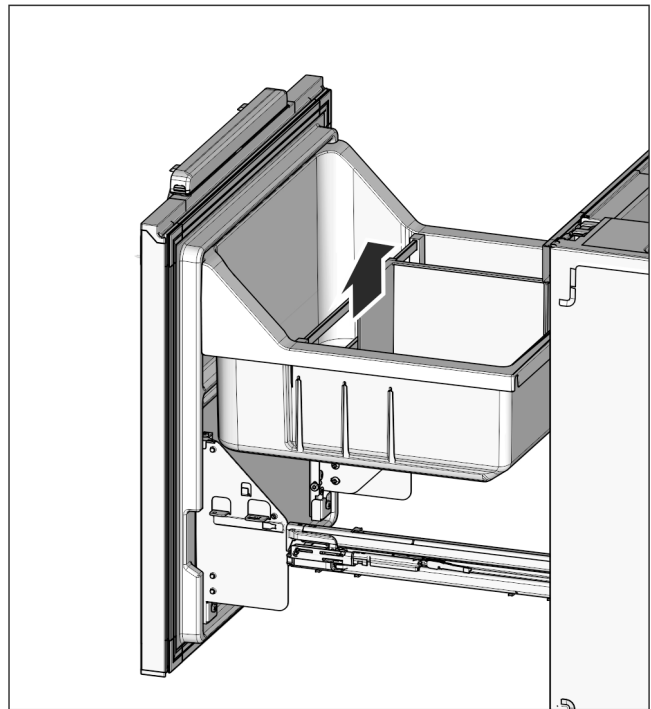

Fig. 25
- ▶ Знову поставте полиці для пляшок *Fig. 25 (32)* та витяжний лоток *Fig. 25 (31)* на місце.